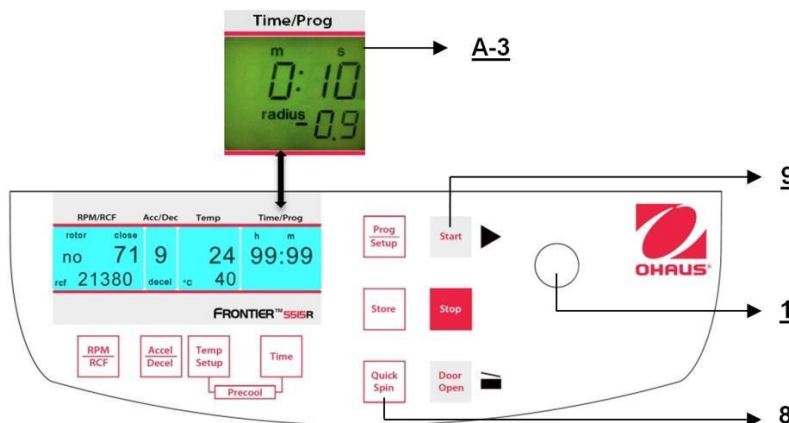

Figure. 29
La centrifugeuse peut être démarrée avec la touche **"Start"** (9) (voir la figure 29) ou avec la touche **"Quick Spin"** (8). Avec la touche **"Start"** (9), l'utilisateur peut démarrer des centrifugations mémorisées ou exécuter une centrifugation avec des paramètres présélectionnés manuellement.